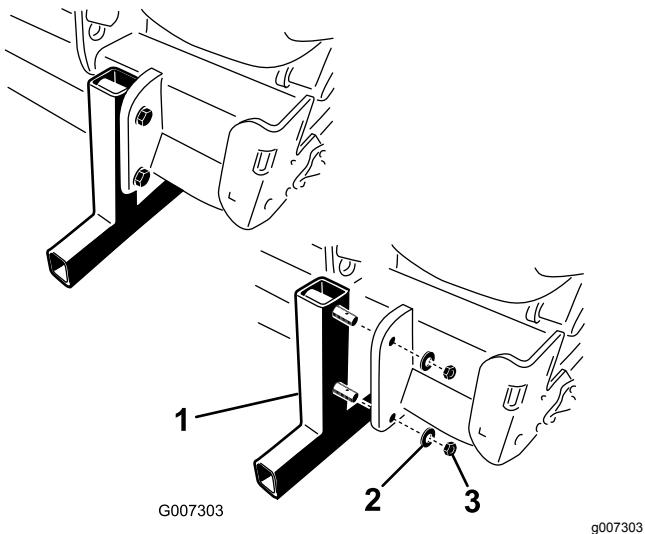

Figura 19
2. Retire las tuercas y las arandelas de freno que sujetan los soportes de almacenamiento al aireador (Figura 19).
4. Inserte los pasadores de seguridad (incluidos en las piezas sueltas) en los pasadores del soporte para almacenamiento (Figura 19).